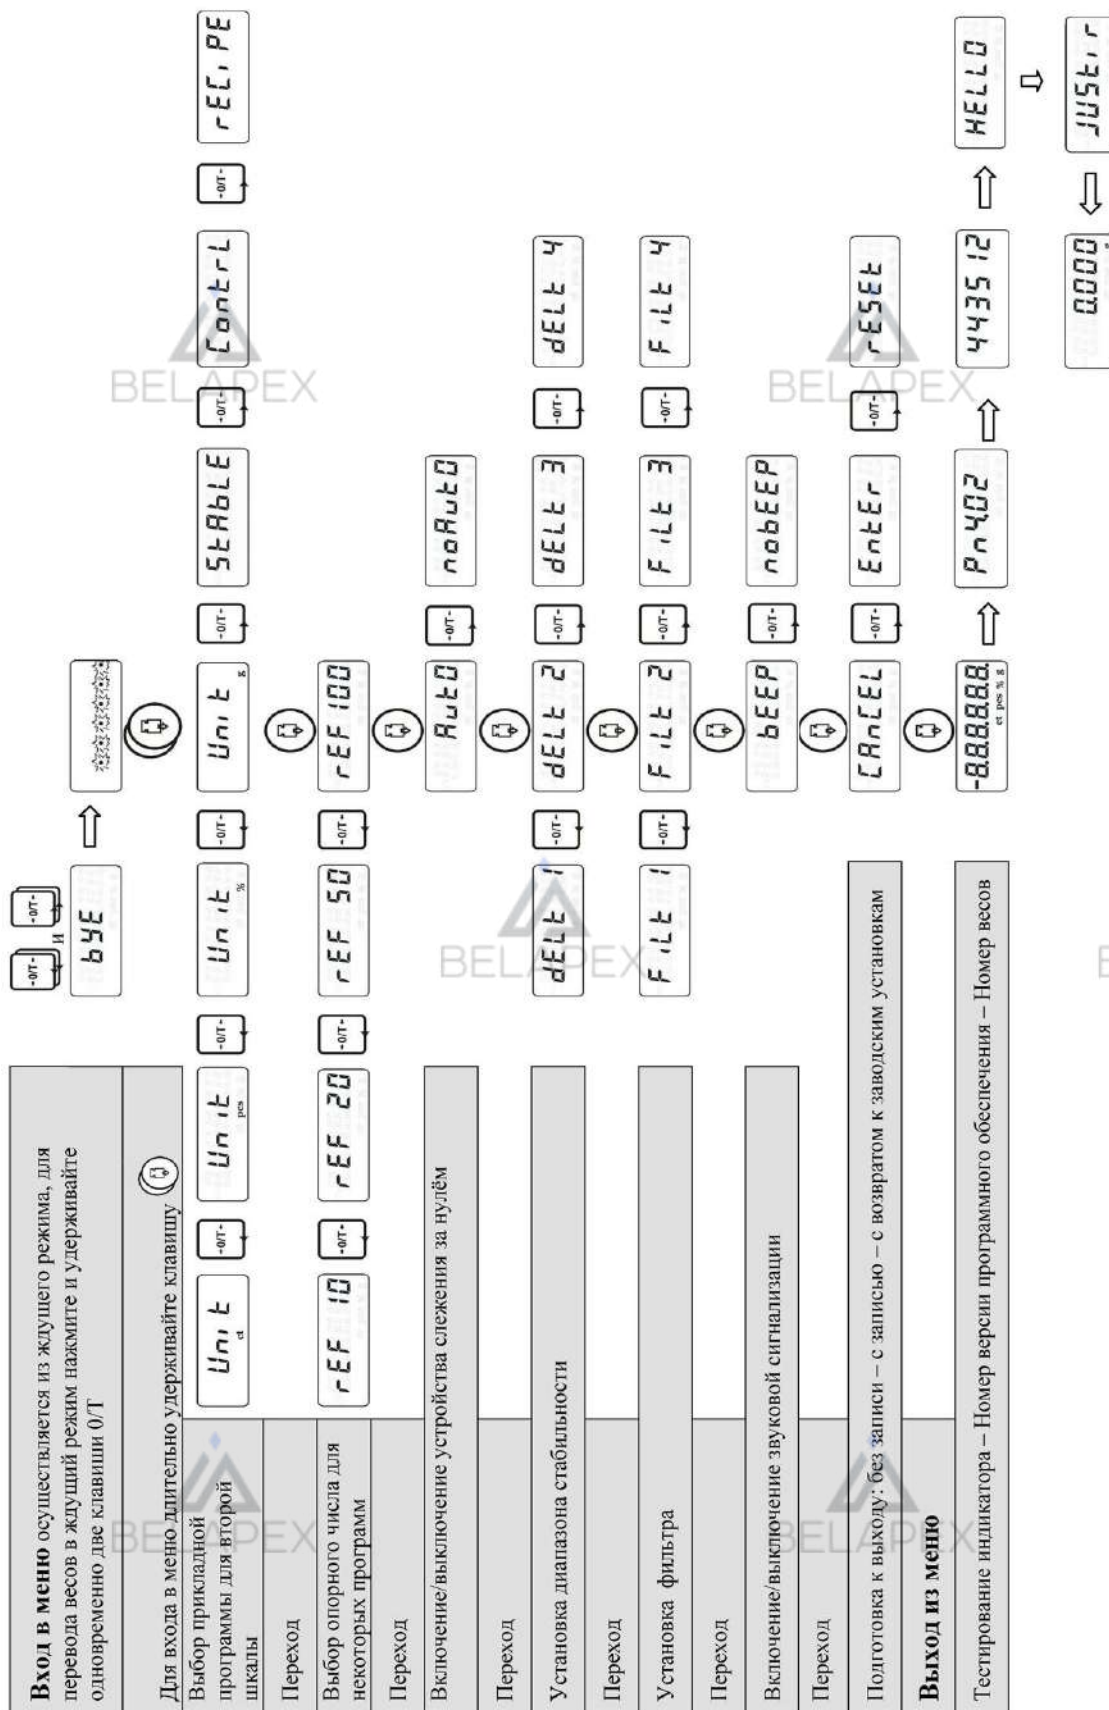

Рисунок 5 – Конфигурация меню
• Переход к следующей опции (рисунок 5) осуществляется коротким нажатием клавиши . Чтобы вернуться к пройденной опции, необходимо заново войти в меню.
Установка программы (Рисунок 5)